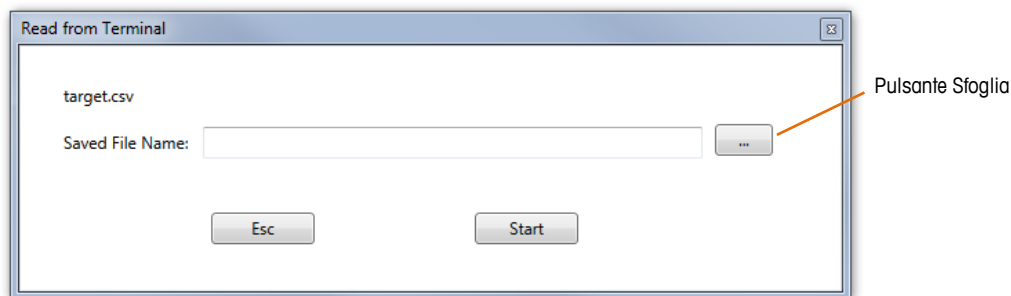
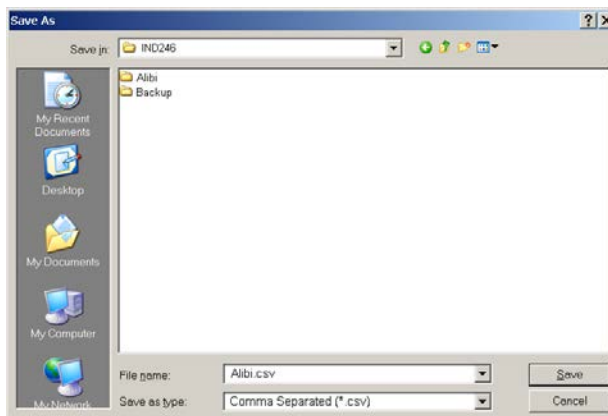

Figura 3-2: Finestra di dialogo Lettura da terminale
Figura 3-3: Finestra di dialogo "Salva con nome" di Esplora risorse
3. Dopo aver selezionato l'icona Lettura da terminale, viene visualizzata una nuova finestra di dialogo (Figura 3-2) che richiede di inserire il **Nome file**. Il nome inserito viene utilizzato per salvare il file sul PC.
4. Nell'area di immissione **Nome file** illustrata in Figura 3-2, selezionare **Salva con nome** per attribuire un nome al file da trasferire sul PC.
In alternativa, prima di fare clic sul pulsante Start per avviare il trasferimento, specificare una cartella diversa utilizzando il pulsante Sfoglia illustrato in Figura 3-2. Individuare una nuova cartella attraverso la finestra di dialogo **Salva con nome** di Esplora risorse (Figura 3-3) e selezionare o inserire il nome del file